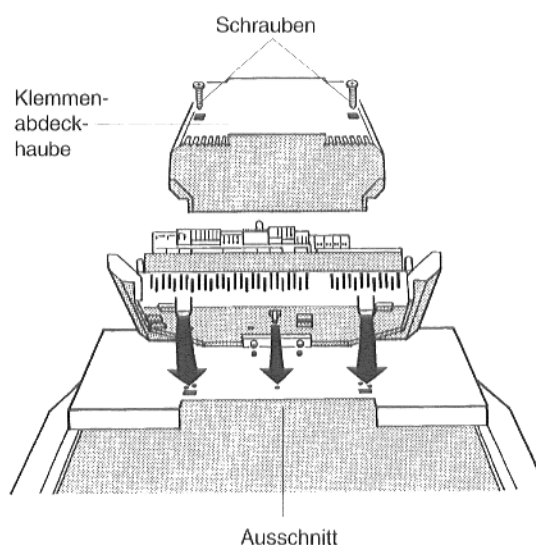

Abb. 9: Regelsystem 2000 öffnen und aufsetzen
- Die beiden Schrauben der Klemmenabdeckhaube des Regelgeräts herausdrehen. Klemmenabdeckhaube abnehmen (Abb. 9 bzw. 10).
- Regelgerät auf die vordere Kesselhaube so aufsetzen, daß die Einschiebehaken auf der Unterseite des Regelgeräts vorne in die ovalen Bohrungen eingeführt werden (Abb. 9 bzw. 10).
Kapillarrohre der Temperaturfühler und, bei "Ecomatic"-Regelung, die Kesselwassertemperaturfühlerleitung dabei in den Ausschnitt in der vorderen Kesselhaube legen (Abb. 9 bzw. 10).
- Regelgerät nach vorne ziehen und dabei herunterdrücken, bis die beiden elastischen Haken in den hinteren Bohrungen einrasten (Abb. 9 bzw. 10).